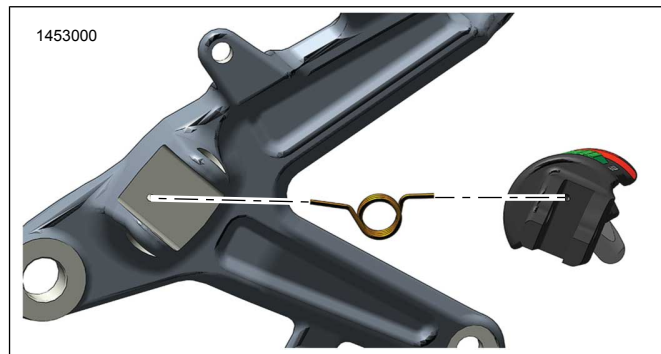
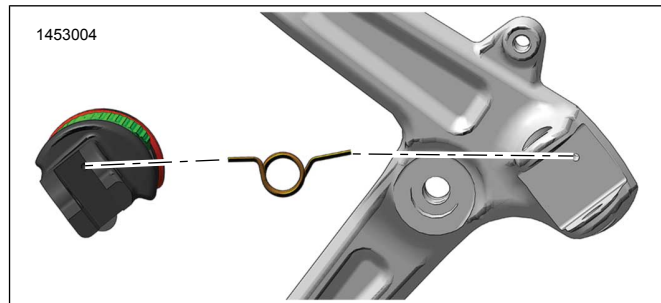

Abbildung 5. Ausrichtung der Rückstellfeder – rechts
Abbildung 6. Ausrichtung der Rückstellfeder – links
- Siehe Abbildung 5 oder Abbildung 6 . Positionieren Sie die Rückstellfeder (B) in der Fußrasten-Baugruppe.